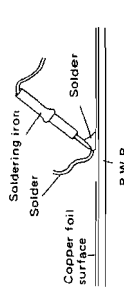

Figure 20-3
- Temporarily solder one terminal of the chip on the copper foil surface. See Figure 20-3.
1. Befehlsweise einen Anschluß des Bauelements auf die Kupferfolienfläche anlöten. Siehe Abbildung 20-3.